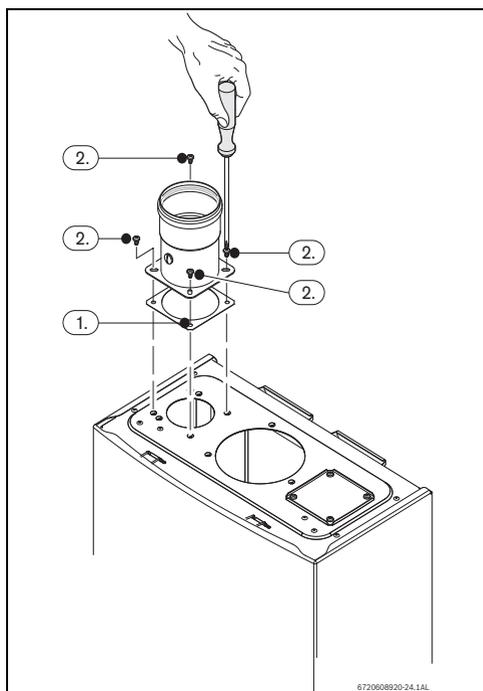

Fig. 26
- ▶ Apretar los 4 tornillos del accesorio de admisión de aire, consultar la Fig. 26, pos. 2.